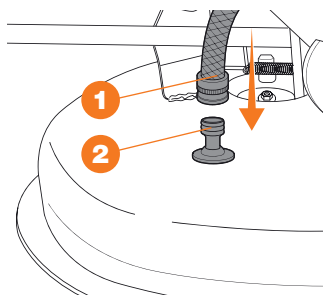

Рис. 21
- Подключите водопроводный шланг **1** к штуцеру **2** и откройте воду (Рис. 21).